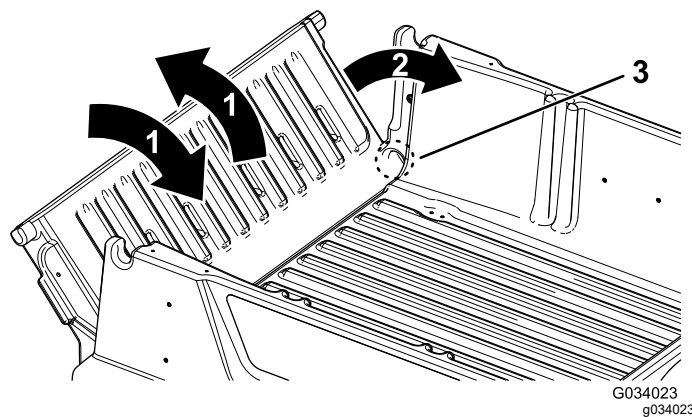

图 16
3. 以短促震动的方式前后旋转尾门几次图 16。
2. 然后将尾门旋转到大约 45 度的位置图 16。